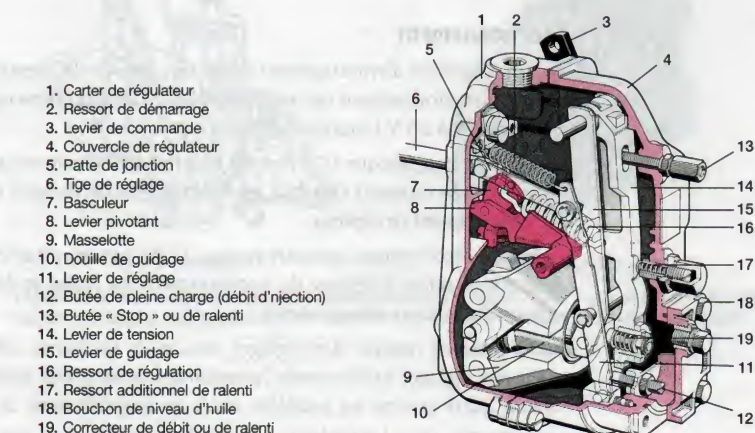

Figure 93.6. Régulateur Bosch « toutes vitesses » RSV (modèle sans levier de stop extérieur)
La vitesse de rotation maximale est obtenue en limitant le débattement du levier de commande (3) à l'aide d'une butée réglable (15, fig. 93.6).